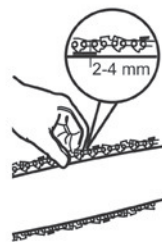

Fig. 20
- > Verifique a tensão da corrente utilizando uma mão para levantar a corrente (C4) contra o peso do produto. A tensão correta da corrente é alcançada quando é possível elevá-la aproximadamente 2 - 4 mm acima da guia (C3) no centro (Fig. 20).